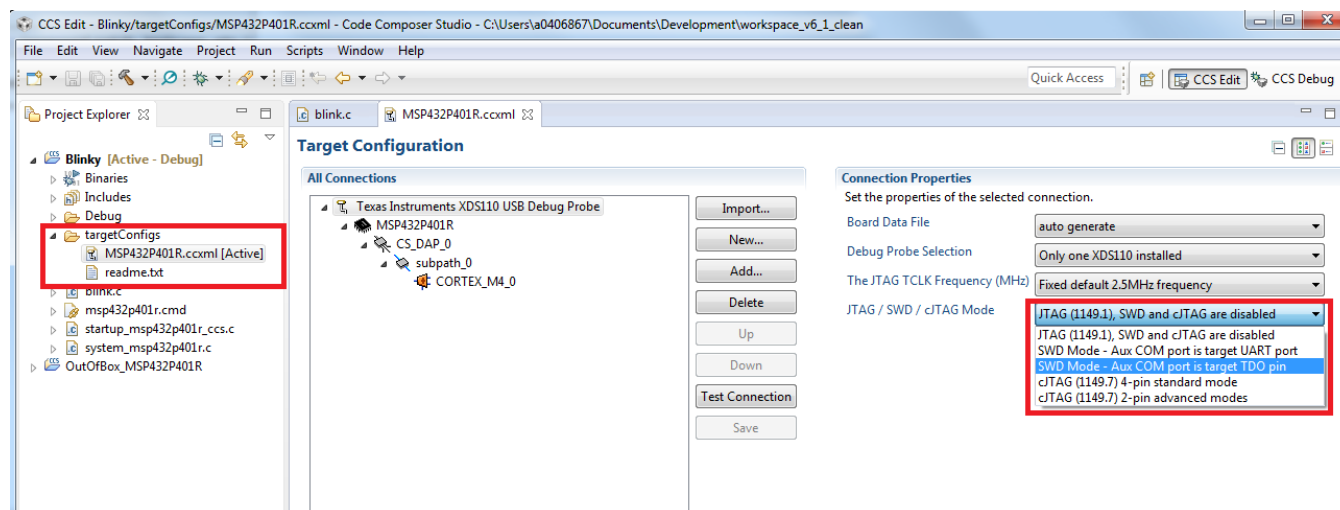

图 46. 将调试器设置更改为 SWD
- 检查调试器设置：更改为 *SWD Mode (SWD 模式) – Aux COM port is target TDO pin (辅助 COM 端口为目标 TDO 引脚)*。更改端口 J 的设置 (PJSEL0 和 PJSEL1 位) 后，将完全禁止对这些引脚的 JTAG 访问。更改为使用 SWD 后，允许仅通过专用调试引脚进行访问。图 46 显示了如何通过修改 MSP432P401R.ccxml 文件将调试器配置为使用 SWD 而非 JTAG。